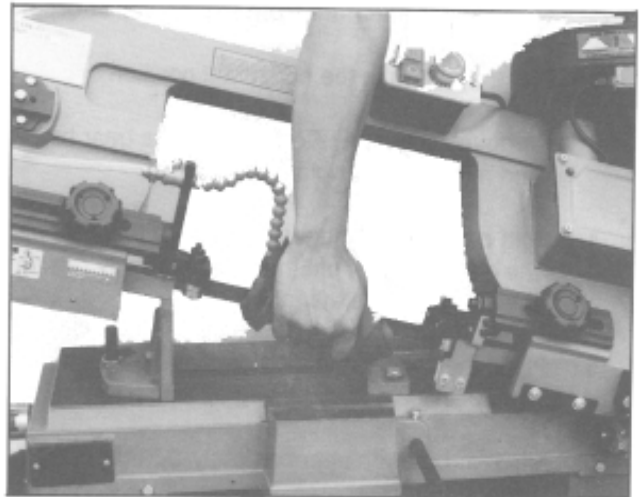

Fig. 15
4. Die Mutter (B, Fig. 15) lösen und das Führungslager mittels dem Exenter einstellen. (0,05 mm).